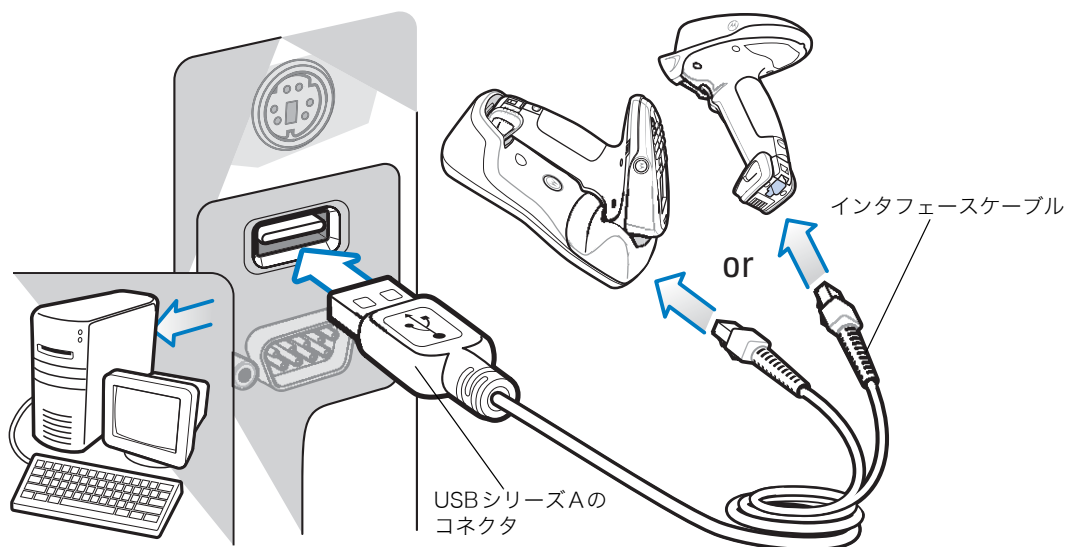

図9-1 USB接続
- ✓ **NOTE** インタフェースケーブルは、構成によって異なります。図9-1に示すコネクタは、ほんの一例にすぎません。実際には、別のコネクタが使用される場合もありますが、スキャナまたはクレードルの接続手順は同じです。